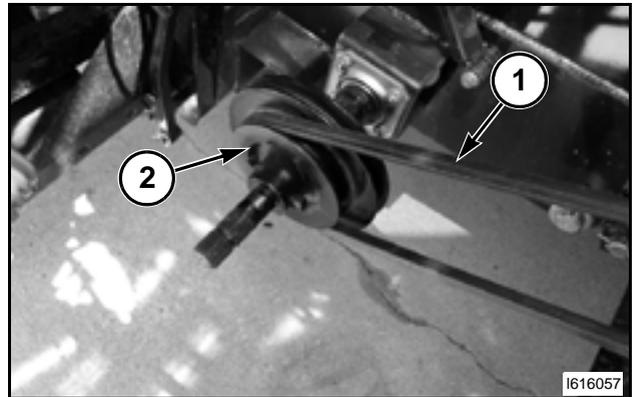

FIG. 243
FIG. 243: Al instalar un cabezal de granos en la cosechadora, instale la correa de mando (1) del eje pivote izquierdo, ubicada en la polea del pivote mayor, en la parte trasera de la carcasa del canal y la polea (2) del pivote de mando más pequeño en la delantera de la carcasa del embocador como ilustrado en la figura.